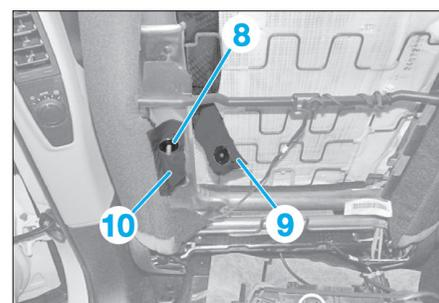

Fig. 12
- Déposer l'écrou (8) (Fig.12).